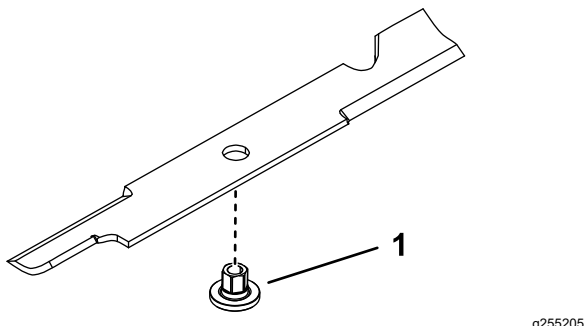

Figura 82
1. Instale el buje a través de la cuchilla con la brida del buje en el lado inferior (lado del céspe) de la cuchilla (Figura 82).